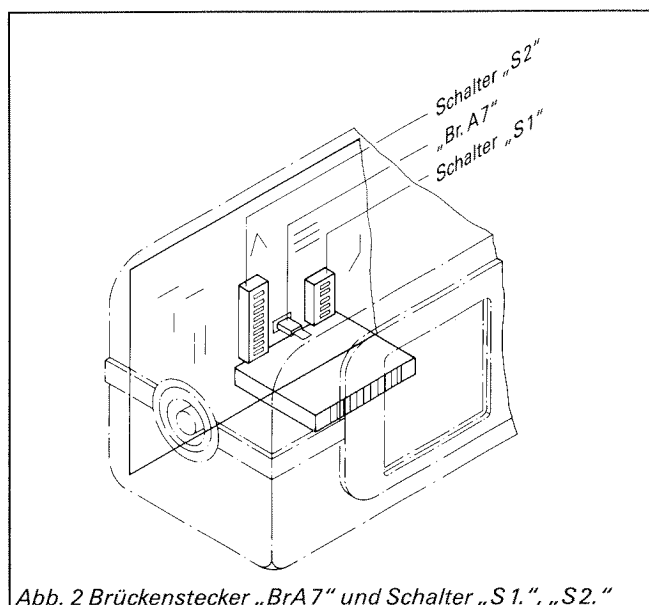

Abb. 2 Brückenstecker „BrA 7“ und Schalter „S1.“, „S2.“
Je nach Heizkesseltyp kann eine vom Anlieferungszustand abweichende Funktionsweise der Viessmann Trimatik erforderlich sein. Eine Funktionsänderung wird durch den Brückenstecker „BrA 7“ bzw. den Schalter „S2.1“ vorgenommen (Abb. 2). Ob eine Funktionsänderung notwendig ist, kann der nachfolgenden Tabelle entnommen werden.
4. Den Brückenstecker „BrA 7“ mit einer Spitzzange abziehen bzw. Schalter „S2.1“ umstellen (Abb. 2).